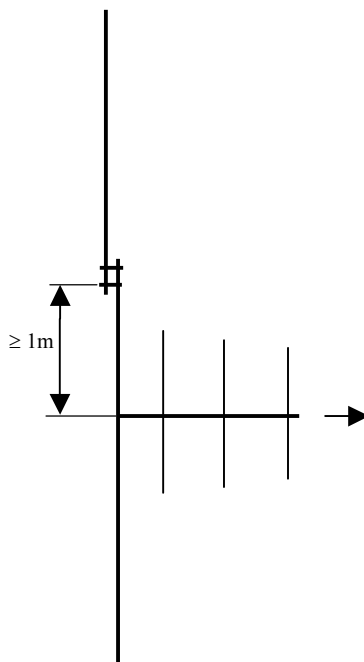

Рис.3.Установка двух антенн ретранслятора
- 3) Если применяются две антенны (одна из них направленная), то монтируются они как показано на рис.3, и используются два кабеля снижения.